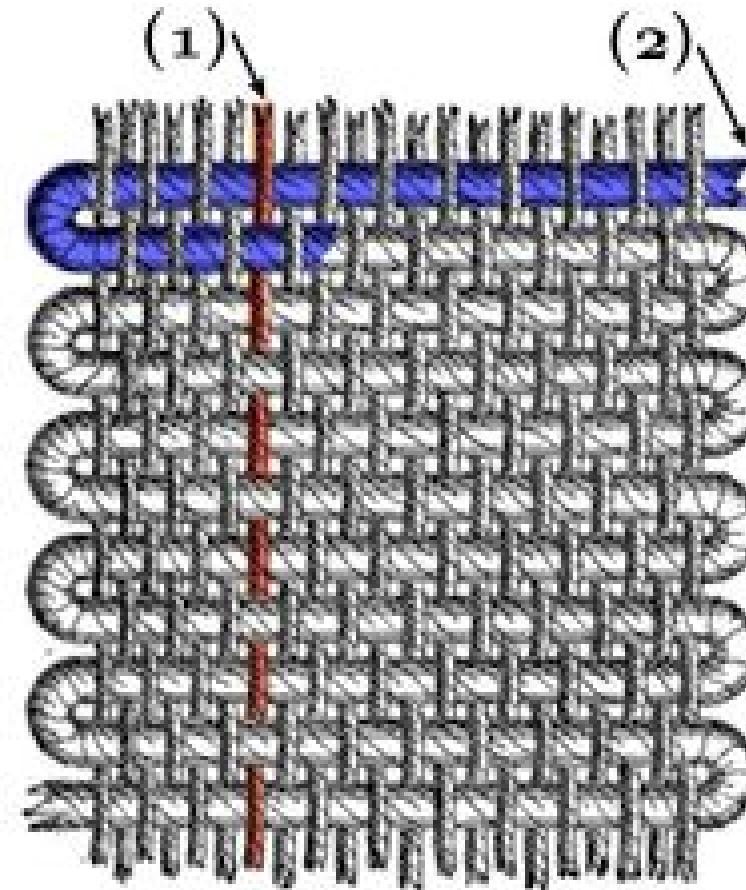

Fig.31 Wikipedia
- Fig.31 Wikipedia - Source: <http://de.wikipedia.org/wiki/Weben>